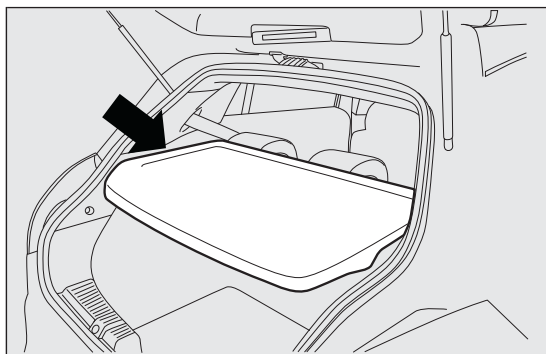
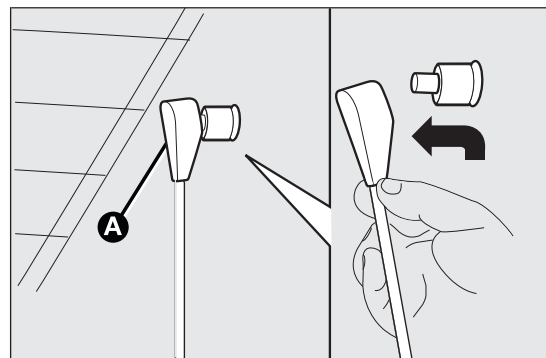

fig. 78
fig. 79
- ❑ quitar la bandeja (repisa trasera) fig. 78 soltando los extremos superiores A fig. 79 de los dos tirantes, sacando los ojales de los pernos y empujándolos en la dirección de la flecha;